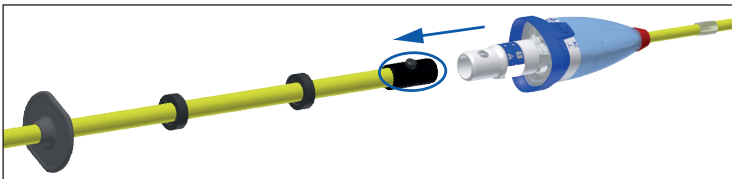

Abbildung 9: Montage von Isolierstange und Kopfteil
5. Verfahren Sie dann weiter wie in Abbildung 9 dargestellt.